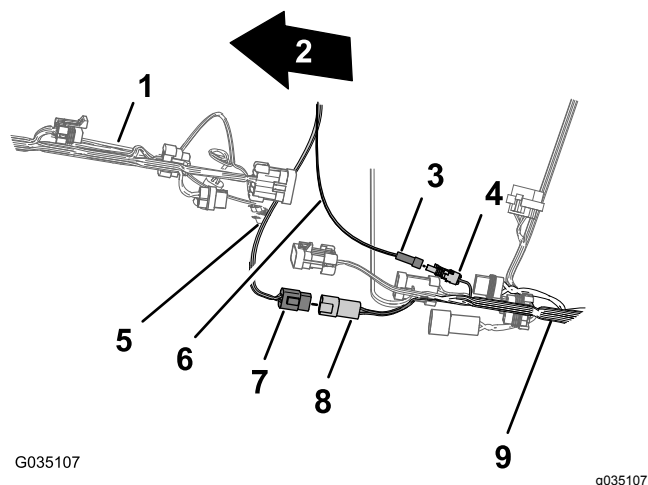

図 137
3. 4ピンコネクタCAN 2 / スプレーヤコントローラ用を、後方ハーネスの4ピンコネクタCAN 2 / スプレーヤコントローラ回路用4ソケットコネクタに接続する 図 137。
4. 電装用ハーネスの1ピンコネクタを、後方ハーネスの1ソケットコネクタに接続する 図 137。